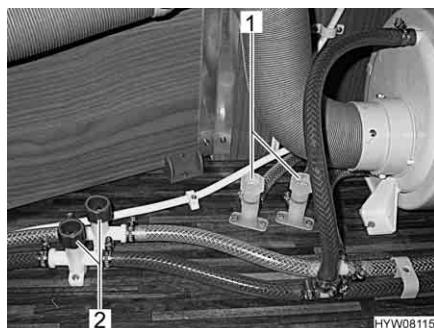

Fig. 94 Rubinetti di scarico per scaldaacqua
- Aprire i rubinetti di scarico dello scaldaacqua. A tal fine ruotare i coperchi (Fig. 94,1 e 2) in senso antiorario.